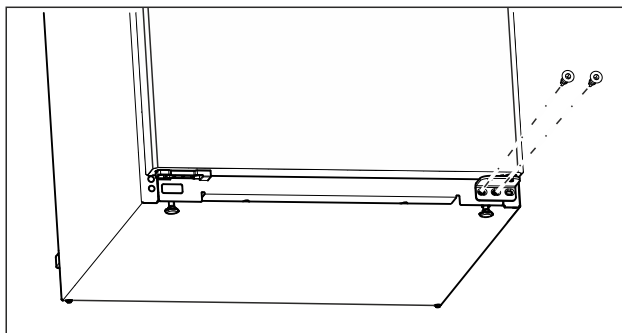

Fig. 10
- Am unteren Lagerbock die mittlere Schraube mit Schraubendreher Torx 20 herausdrehen. (siehe Fig. 10)
- Am unteren Lagerbock die innere Schraube mit Schraubendreher Torx 20 herausdrehen. (siehe Fig. 10)